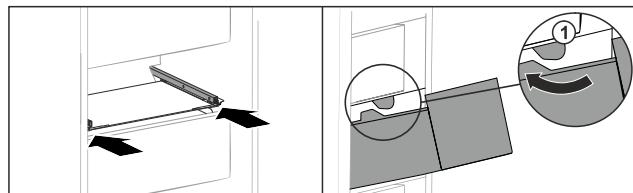

Fig. 218
- Guider le tiroir en contournant les butées Fig. 218 (1).